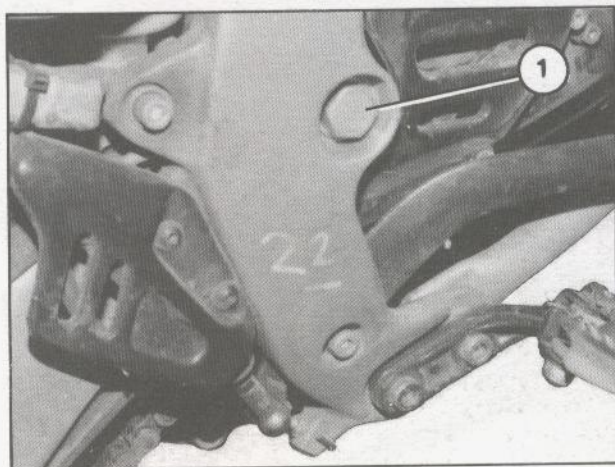

Fig. 30
- Allentare il perno forcellone (1 Fig. 30).
- Svitare completamente ed estrarre il perno forcellone (1 Fig. 30).
- Loosen the fork pin (1 Fig. 30).
- Unscrew the fork pin completely and remove (1 Fig. 30).